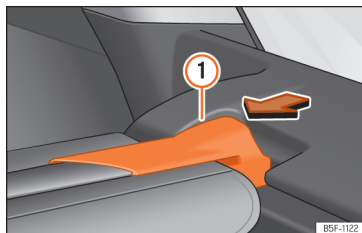

Fig. 140 Nel bagagliaio: smontare il pianale.
• Premere il supporto del pianale »» fig. 140 ① nel senso della freccia.
• Fissare il supporto del pianale »» fig. 140 ① nell'alloggiamento destro.
• Verificare che il supporto »» fig. 140 ① sia incastrato correttamente.